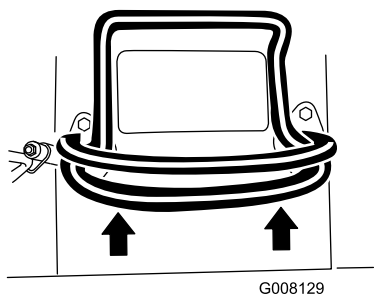

Figura 10
- Para desplazarse hacia adelante, mueva el control de tracción hacia adelante (Figura 10).